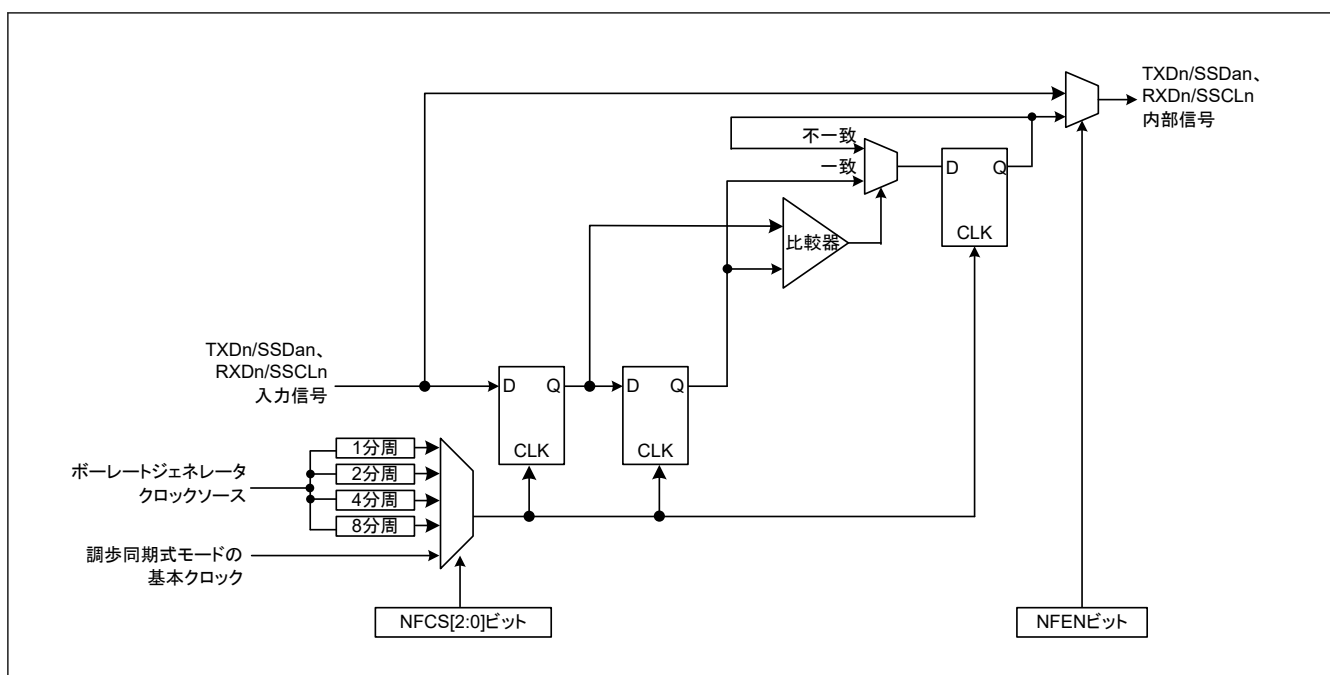

図 27.71 デジタルノイズフィルタ回路のブロック図
**図 27.71** に、ノイズ除去機能に用いるノイズフィルタの構成を示します。ノイズフィルタは 2 段のフリップフロップ回路と一致検出回路で構成されます。ノイズフィルタの入力信号と、2 段のフリップフロップ回路の出力信号が完全に一致したとき、一致したレベルが内部信号として伝えられます。一致しない場合は前の値が保持されます。ノイズフィルタのサンプリングクロックで、同じレベルが 3 サイクル以上保持された場合、有効な受信信号とみなされます。3 サイクルに達する前にパルスが変化した場合、それは受信信号ではなく、ノイズとみなされます。